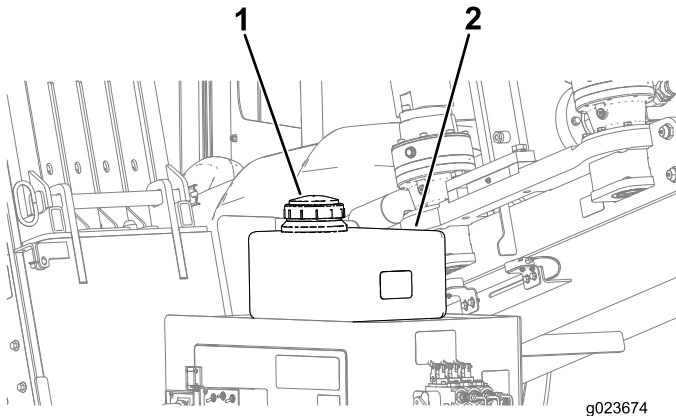

Bild 126
- C. Nehmen Sie den Deckel vom Frostschutzmittelbehälter der Bohrflüssigkeitspumpe ab (Bild 126).
- D. Stellen Sie sicher, dass der Behälter mit Frostschutzmittel gefüllt ist (Bild 126).
- D. Füllen Sie nach Bedarf Frostschutzmittel in den Behälter (Bild 126).
5. Schrauben Sie den Deckel auf den Frostschutzmittelbehälter auf (Bild 126).